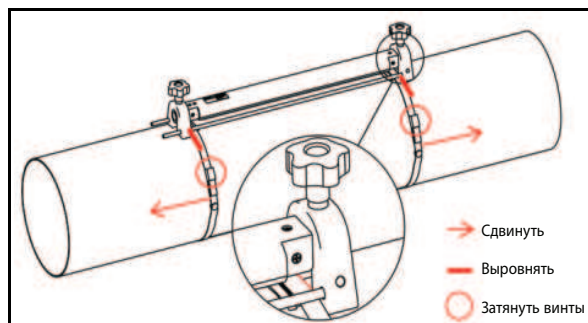

Рис. 11. Установка с отражением сигнала с 1 накладным креплением
- c. Приложите крепежное приспособление к трубопроводу и наденьте на него хомуты. Затем затяните винты хомутов и убедитесь в том, что они надежно зафиксированы на крепежном приспособлении (см. рисунок 11 ниже).